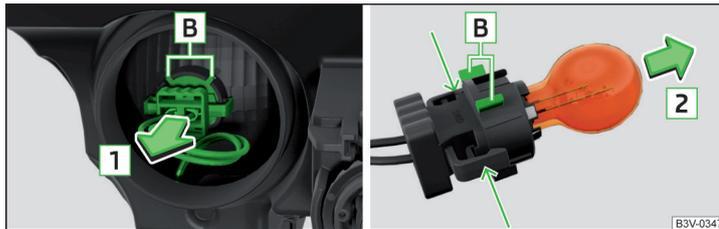

Abb. 363 Glühlampe für Blinklicht vorn wechseln
- › Die Fassung mit der Glühlampe mit Wackelbewegungen in Pfeilrichtung **1** » Abb. 363 herausziehen.